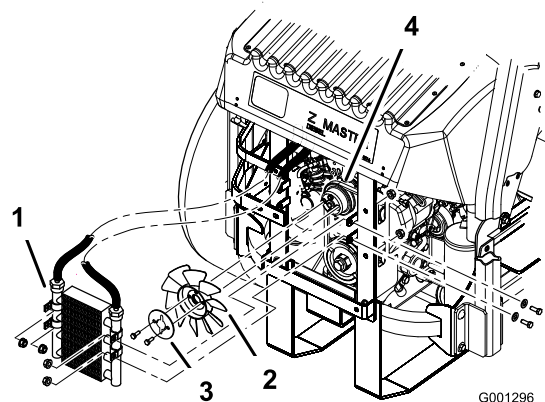

Figura 57
5. Retire los 4 pernos que sujetan el enfriador de aceite y coloque el enfriador de aceite en un lado (Figura 57).
6. Retire los 2 pernos que fijan el ventilador y el disco del ventilador a la máquina (Figura 57).
10. Instale el ventilador y el disco del ventilador en la máquina con los 2 pernos que retiró anteriormente (Figura 57).
11. Instale el enfriador de aceite con los 4 pernos que retiró anteriormente (Figura 57).